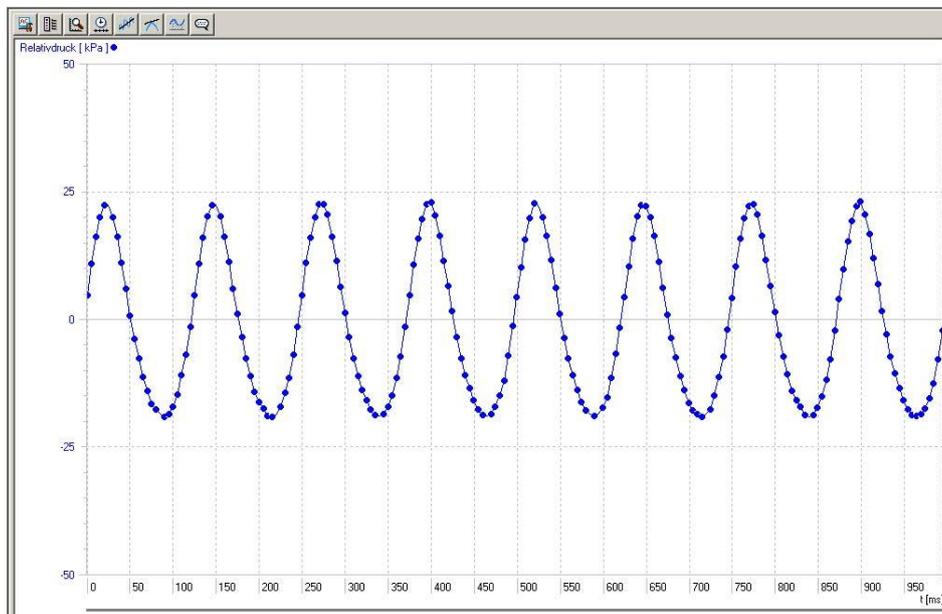

Fig. 2 Ação da pressão no motor Stirling 1002594
- Fazer a avaliação da curva de medição (fig. 2).